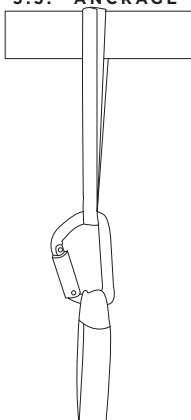
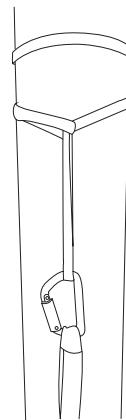
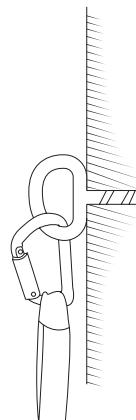
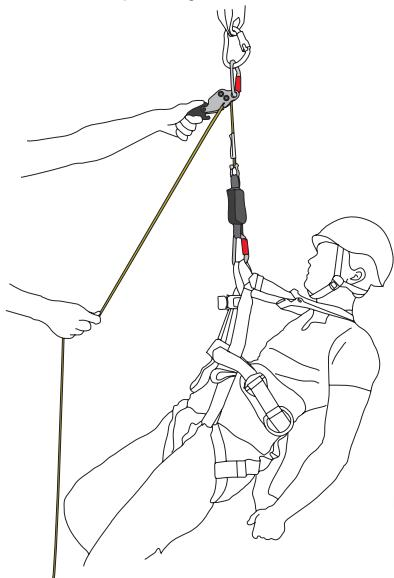

Fig. 1A: Ancre horizontal
Fig.1B: Ancre vertical
Fig. 1C: Ancre structuré fixe
Fig. 4
2. Placez la longe d'ancrage autour d'une structure, puis dans le mousqueton, fig.1A.
Si la longe d'ancrage est placée autour d'une construction verticale, détachez la longe, placez-la deux fois autour de la perche et faites-la revenir sur elle-même. Ensuite, attachez le mousqueton comme indiqué sur la fig.1B. Vérifiez que la longe d'ancrage se ferme dans cette position. La fig.1C montre comment attacher le mousqueton à une ancre structurale fixe EN795 cl.A.
4. Détachez le mousqueton de la longe d'ancre. Placez la longe d'ancre autour d'une structure puis dans son mousqueton comme indiqué sur la fig.1A ou la fig.1B. L'ancre peut supporter une charge de 12 kN (EN795). Fixez le **SMARTLINE X** comme indiqué à la fig. 4.